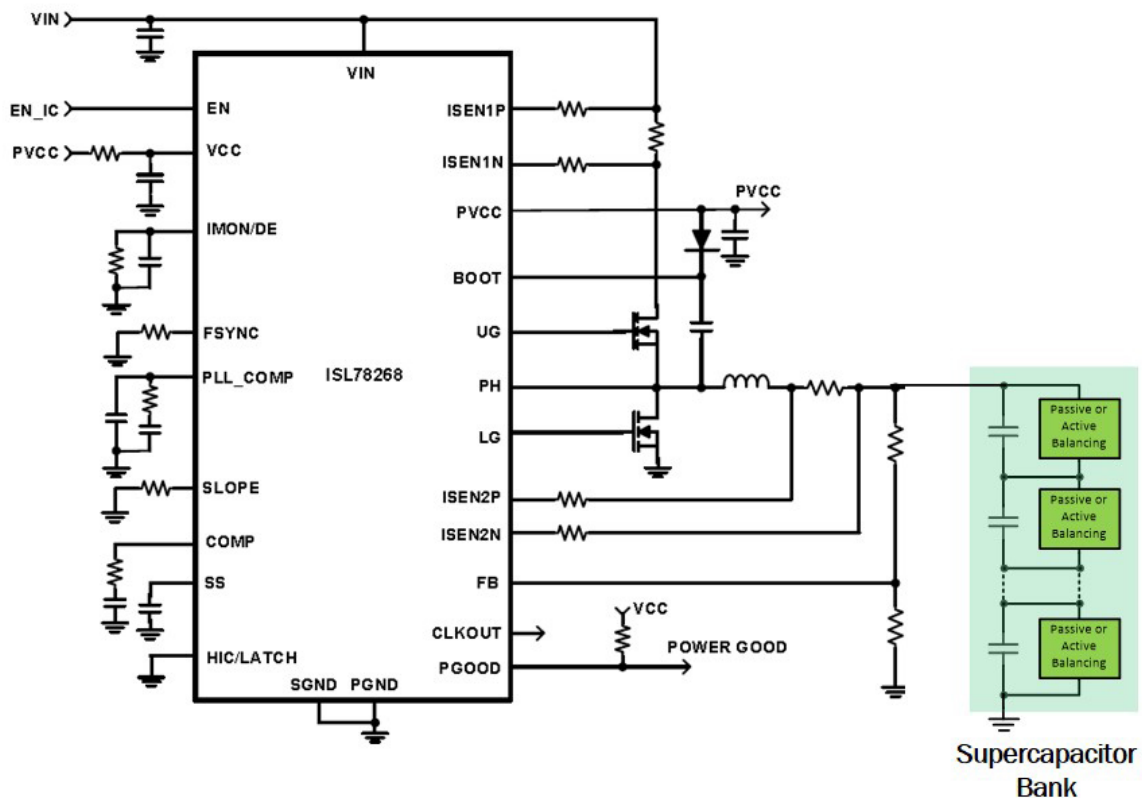

Bild 3: Vereinfachtes Schema eines synchronen Buck-Wandlers für CICV-SC-Laderegung
Bild 3 zeigt das vereinfachte Blockdiagramm mit Intersils ISL78268, der einen synchronen Buck-Wandler für die CICV-Regelung ansteuert. Um eine SC-Bank mit CICV-Reglung auf 25 V zu laden, wurden folgende Funktionen bei der Wahl des Controllers berücksichtigt:
3. Genaue Strommeseingänge für den CI-Anteil, die über den Versorgungsspannungen des Systems arbeiten. Nach Bild 3 erfasst der Controller den Konstantstrom der Spule, der gleichzeitig der Ladestrom ist. Der Strommessverstärker des Controllers muss der Gleichtaktspannung widerstehen, die in diesem Fall 25 V beträgt.